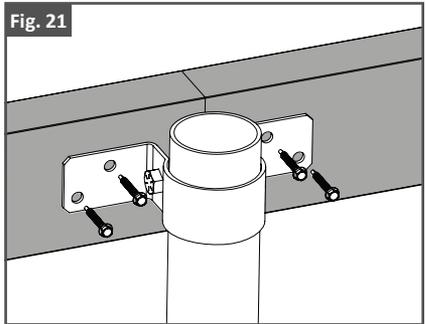

Fig. 22
3. Para la instalación de las esquinas, la cara de los rieles con canal en Z del nuevo tramo debe estar a ras con el borde de los rieles con canal en Z del tramo anterior. La pestaña del soporte de poste puede desdoblarse para ajustarse a la forma de la esquina, como se muestra en las Figs. 22 y 23.